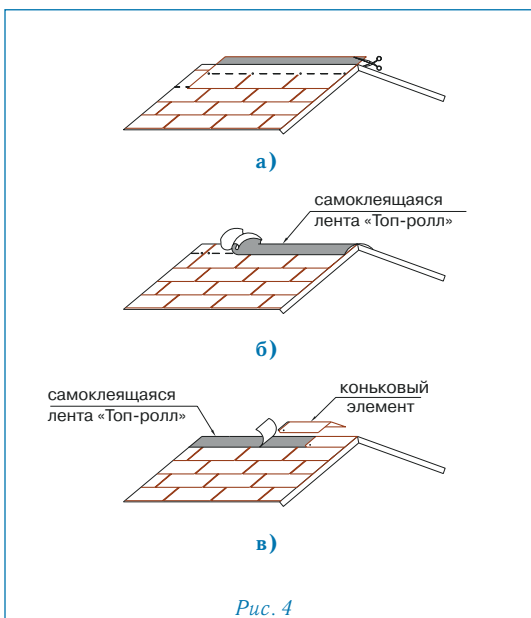

Рис. 4
Конек (рис. 4)
- выступающие части листов обрезаются (рис. 4а);
- линия соединения материала на скатах покрывается специальной самоклеющейся лентой «Топ-ролл» (рис. 4б);
- затем устанавливаются внахлест специальные коньковые элементы, при этом с их нижней стороны также снимается защитная пленка; коньковые элементы должны хорошо прижиматься к основанию кровли (направление укладки по преимущественному направлению ветра). Каждый коньковый элемент фиксируется двумя латунными гвоздями длиной 35 мм, которые перекрываются следующим коньковым элементом (рис. 4в).